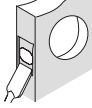

Figura 3d
- Cincele 1/8" (3mm) de profundidad o hasta que el pestillo esté nivelado con el borde de la puerta (Figura 3d).